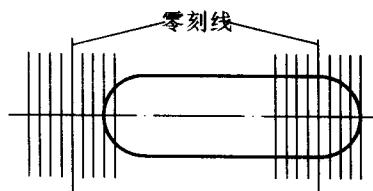

图1-15 间接读数法
(2)间接读数法 当水准器的气泡静止时,读出气泡两端各自偏离零刻线的格数,然后将两格数相加除以2,所得的平均值即为读数。如图1-15所示, $\{(+4) + (+3)\}/2 = 3.5$,3.5格偏差。